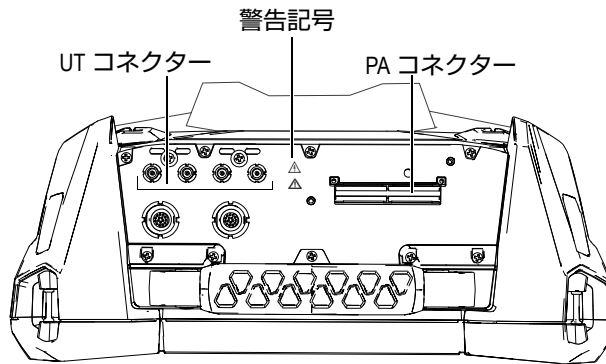

図 5-1 データ収集コネクター
- 感電の恐れがあるため、LEMO コネクタの内部導体に触れないでください。UT コネクタ内部には最大 350 V、PA コネクタ内部には、最大 120 V の電圧が発生することがあります。LEMO コネクタの近くの警告記号は、感電の危険性の注意を促しています (62 ページの図 5-1)。